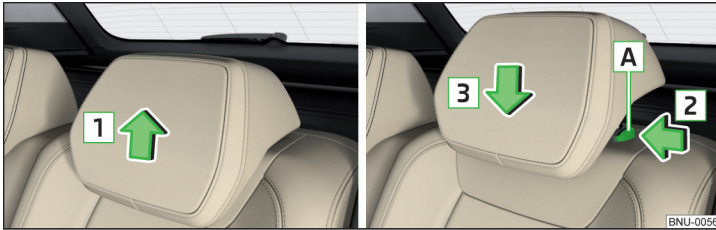

Abb. 97 Höhe der Kopfstütze hinten einstellen
- Die Stütze fassen und **nach oben** in Pfeilrichtung **1** verschieben » Abb. 97.